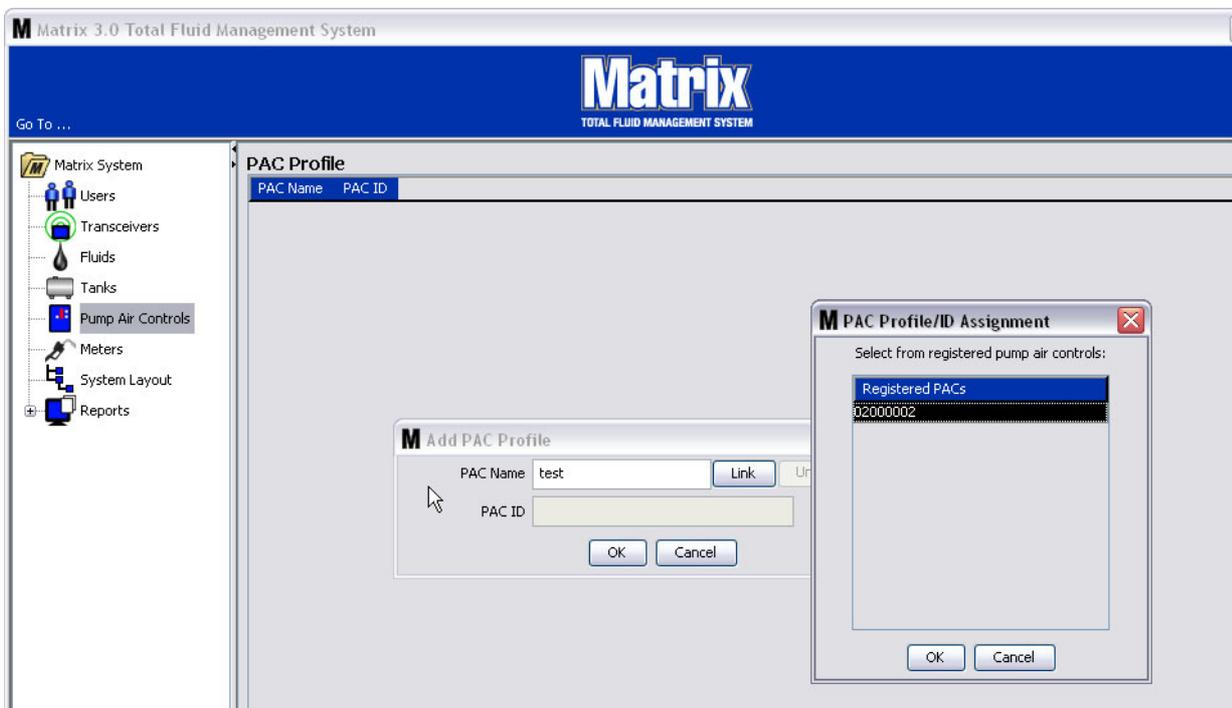

ABB. 81
4. Klicken Sie auf die Schaltfläche „Verknüpfen“, nachdem Sie der PLS einen Namen gegeben haben. Das in ABB. 81 gezeigte Fenster „Profil-/ID-Zuweisung“ wird angezeigt. Wählen Sie eine PLS aus der Liste registrierter Pumpenluftsteuerungen aus. Klicken Sie auf „OK“, um das Fenster zu schließen und die Änderungen zu speichern. Eine vollständige Beschreibung des PLS-Registrierungsvorgangs finden Sie in der Betriebsanleitung für Pumpenluftsteuerungen. Auch in dieser Anleitung finden Sie in Anhang A auf Seite 107 Anweisungen zum Registrieren einer Pumpenluftsteuerung.